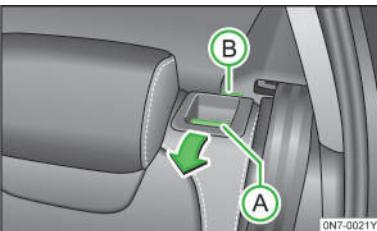

图 84
- 确认红色标识**B** > 图 84，见第 55 页完全嵌入饰框中。